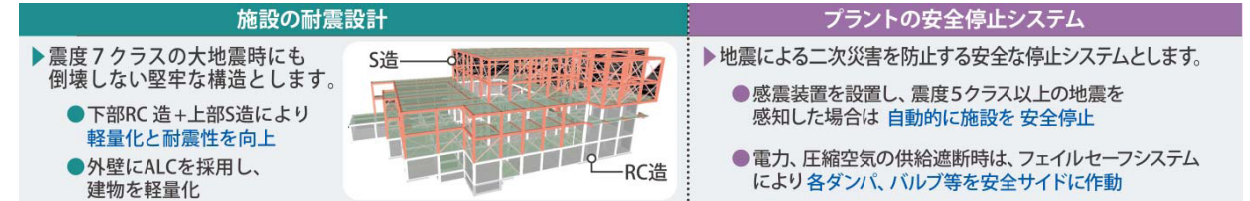

図4 大規模地震による損壊や二次災害を防止する設計
- 大規模地震でも倒壊しない**設備設計や、**二次被害を防止**するプラント安全停止システムを採用し、施設の耐久性と安全性を十分に確保（図4）